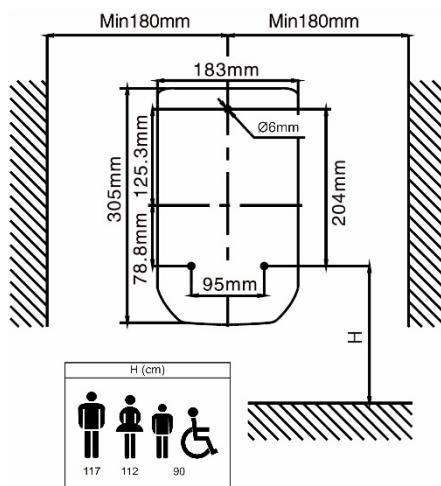

Fig. 3
- [Fig. 3] Asegure que el lugar donde va a instalar el aparato, respeta las medidas mínimas indicadas. Recomendamos variar la altura instalación del aparato, dependiendo de si se quiere instalar en un servicio para hombres, mujeres, niños y discapacitados.